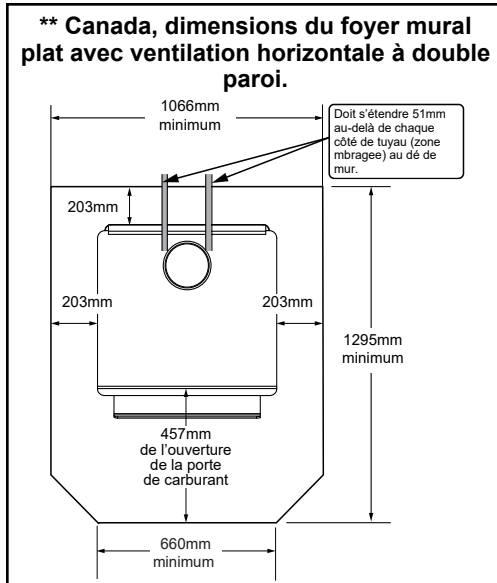

Figure 13.2 - \*\* Cette dimension varie en fonction de l'installation.
**Au Canada,** une protection de sol similaire doit être fournie à 457 mm (18 pouces) à l'avant et à 203 mm (8 pouces) des côtés et de l'arrière de l'appareil, à moins que le foyer ne soit contre le mur (**pour 43-ACC-C, voir Figure 13.2, page 13 ou pour 43ST-ACC-C voir 14.2 à la page 14**). Ensuite, le dégagement peut être réduit à l'aide d'un tuyau à double paroi et du tableau Dégagement par rapport aux matériaux inflammables indiqué à la page 15.
**\*Exception :** Les protections incombustibles pour le sol doivent s'étendre sous le conduit lorsque l'évacuation est horizontale et se prolonger de 51 mm (2 po) de chaque côté du conduit (**pour 43-ACC-C, voir Figure 13.2, page 13 ou pour 43ST-ACC-C voir 14.2 à la page 14**).